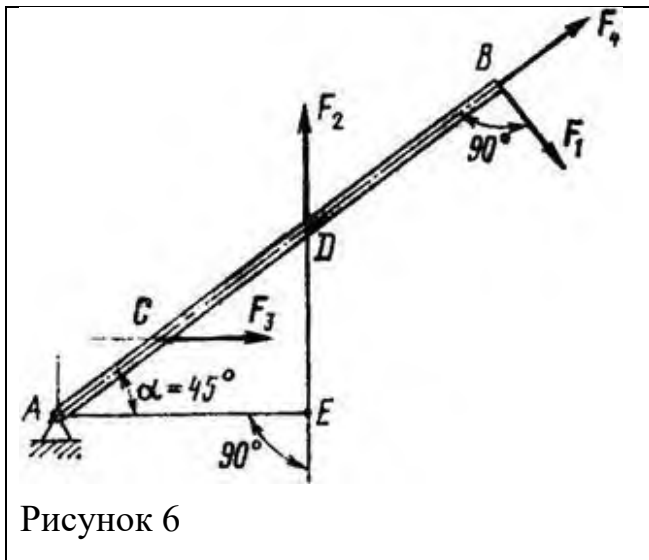

Рисунок 6
1. Определить моменты сил  $F_1$ ,  $F_2$ ,  $F_3$ ,  $F_4$  относительно точки А (рис. 6), если  $AB = 0,7 \text{ м}$ ;  $AD = 0,4 \text{ м}$ ;  $AC = 0,2 \text{ м}$ ;  $F_1 = 10 \text{ Н}$ ;  $F_2 = 25 \text{ Н}$ ;  $F_3 = 5 \text{ Н}$ ;  $F_4 = 8 \text{ Н}$ .